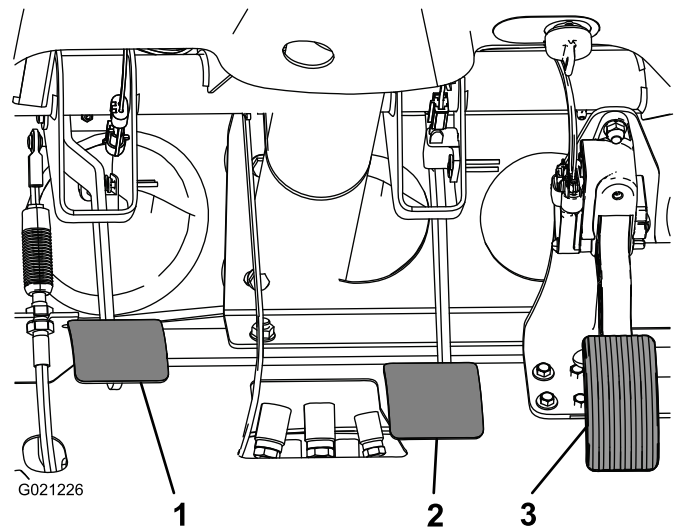

Bild 67
2. Heben Sie das Bremspedal an (Bild 67), bis es den Rahmen berührt.
3. Lösen Sie die Sicherungsmuttern, mit denen das Joch an der Hauptzylinderwelle befestigt ist (Bild 67).